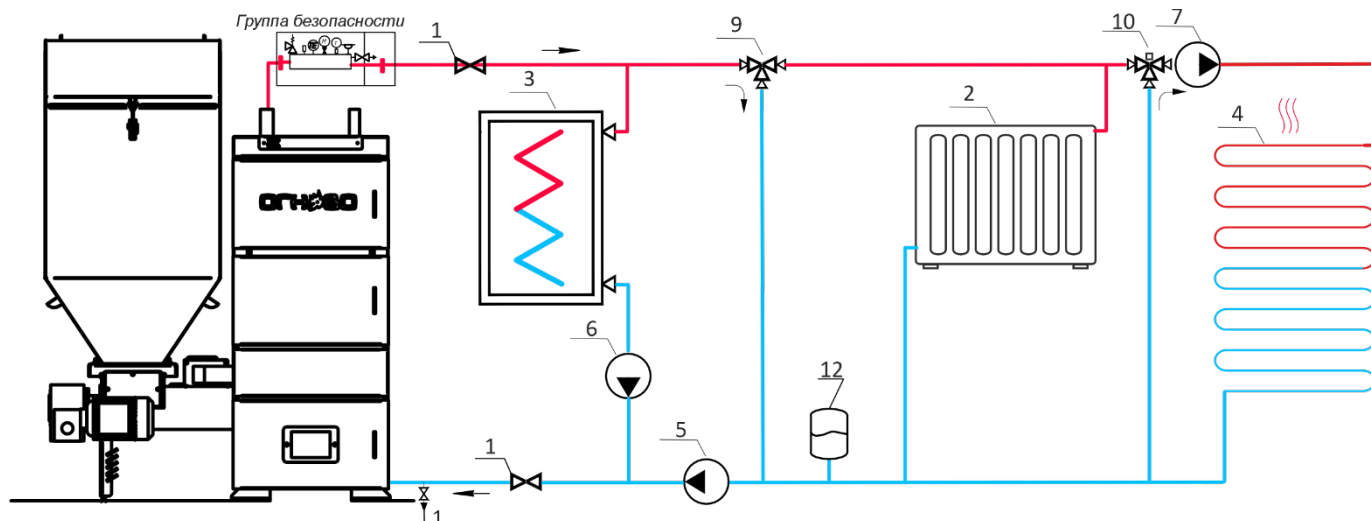
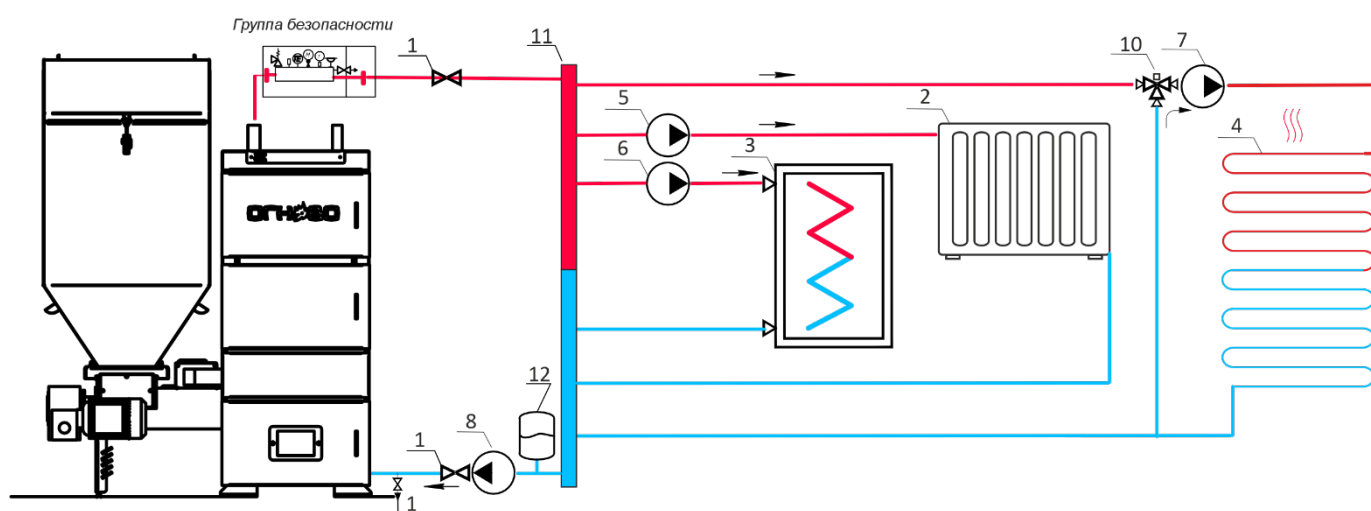

Рис. 1. Упрощенная схема подключения ОГНИВО с термостатическим клапаном: ОГНИВО, Группа безопасности
Рис. 2. Упрощенная схема подключения ОГНИВО с гидравлическим разделителем: ОГНИВО, Группа безопасности
Размеры установочные. Рис. 1
- на большой редуктор установить шайбу (5) и прикрутить фланец (4);
- нанести жаропрочный (1000 гр., черный) герметик на большой фланец горелки (7);
- Монтаж котла следует производить с закрытой системой, в соответствии с вариантами схем отопления показанных на рис.1; рис.2.